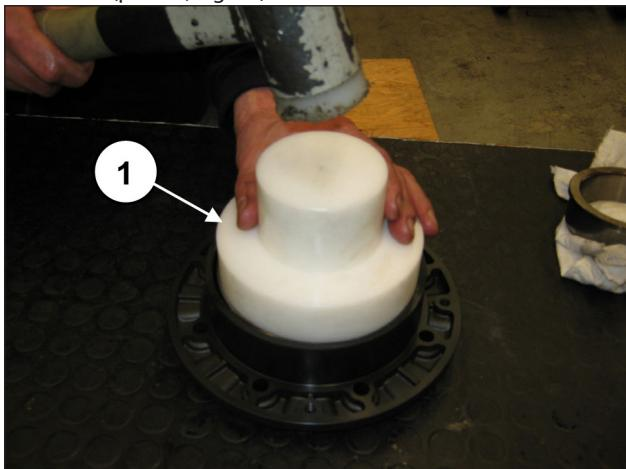
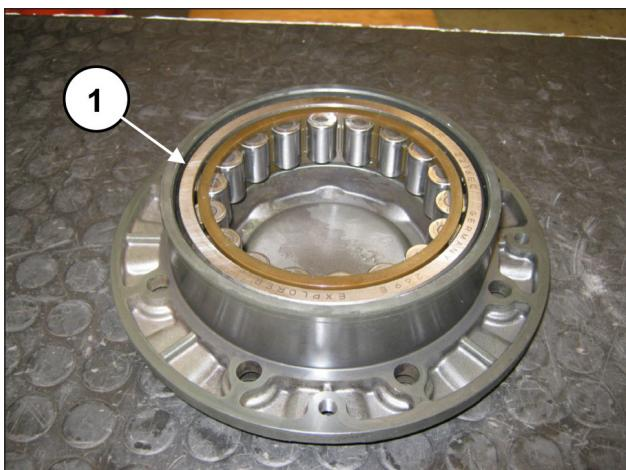

Fig. 55
Fig. 56
Repita a operação na tampa do mancal, pré-montando o anel externo do mancal do virabrequim usando a ferramenta cód. 27605000 (pos. ①, Fig. 55) até que ele esteja totalmente assentado (pos. ①, Fig. 56).